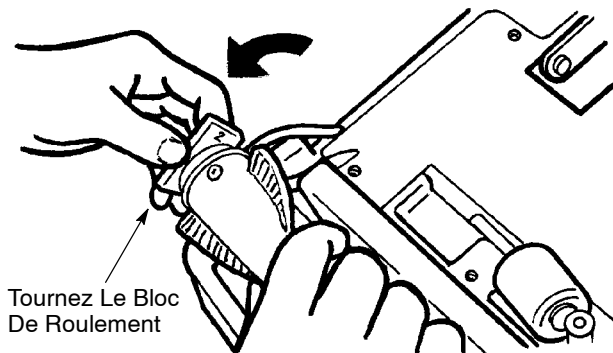

FIG. 10
- d. Faites pivoter les assemblages des roulements de 180° et remettez la brosse en place. (Figure 10).